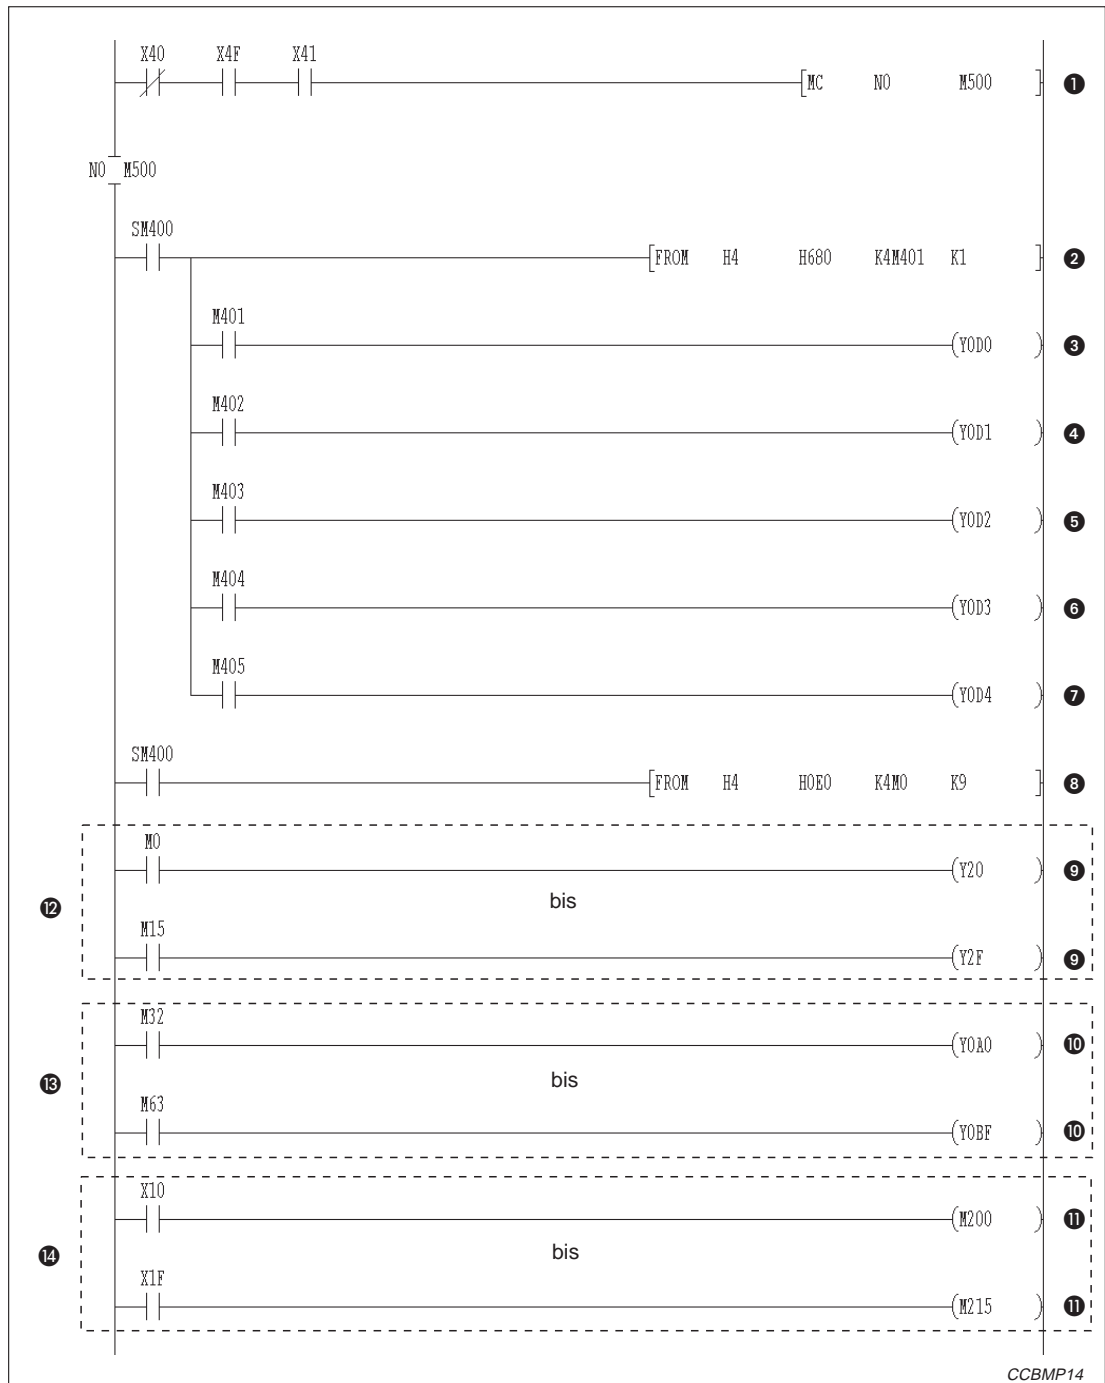

Abb. 11-8: Kommunikationsprogramm (1)
⑤	Fehler in dezentraler E/A-Station Nr.3
⑥	Fehler in dezentraler E/A-Station Nr.4
⑦	Fehler in dezentraler E/A-Station Nr.5
⑧	Lesen der dezentralen Eingänge (RX)
⑨	Die Zustände der Eingänge X00 bis X0F des AJ65BTB1-16D werden auf die Ausgänge Y20 bis Y2F des Ausgangsmoduls AY41 übertragen.
⑩	Die Zustände der Eingänge X00 bis X1F des AJ65BTC1-32D werden auf die Ausgänge YA0 bis YBF des Ausgangsmoduls AY42 übertragen.
⑪	Die Zustände der Eingänge X10 bis X1F des Eingangsmoduls AX41 werden auf die Ausgänge Y00 bis Y0F des AJ65BTB1-16T übertragen.
⑫	Dieser Bereich steuert die Kommunikation mit dem AJ65BTB1-16D (Station Nr. 1).
⑬	Dieser Bereich steuert die Kommunikation mit dem AJ65BTC1-32D (Station Nr. 2).
⑭	Dieser Bereich steuert die Kommunikation mit dem AJ65BTB1-16T (Station Nr. 3).
**Tab. 11-6:** Erläuterung zum Beispielprogramm (Abb. 11-8)